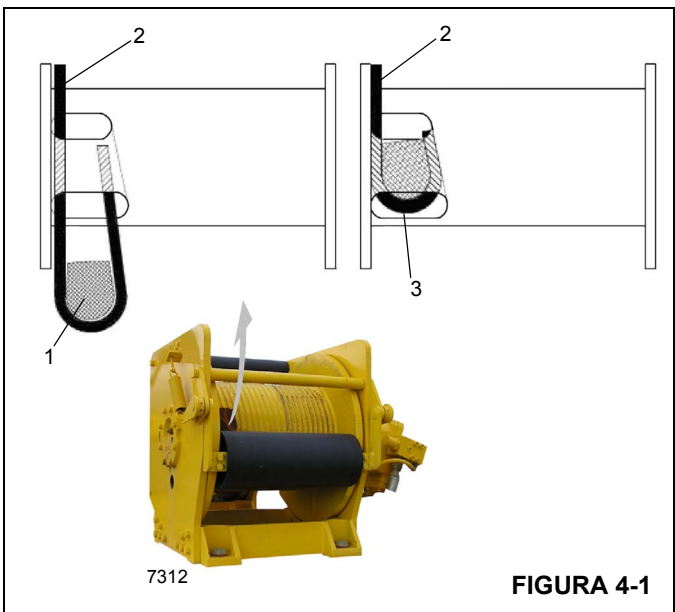

FIGURA 4-1
3. Inserte el cable a través de la ranura y colóquelo alrededor de la cuña de anclaje (1) (Figura 4-1).